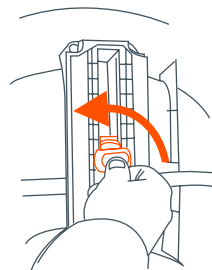

Fig. 3
- 3) • Check that the safety button is turned horizontally to prevent the accidental release of the mechanism (Fig. 3).
- Verifique que el botón de seguridad esté se volvió horizontalmente para evitar que el mecanismo se suelte accidentalmente (Fig. 3).